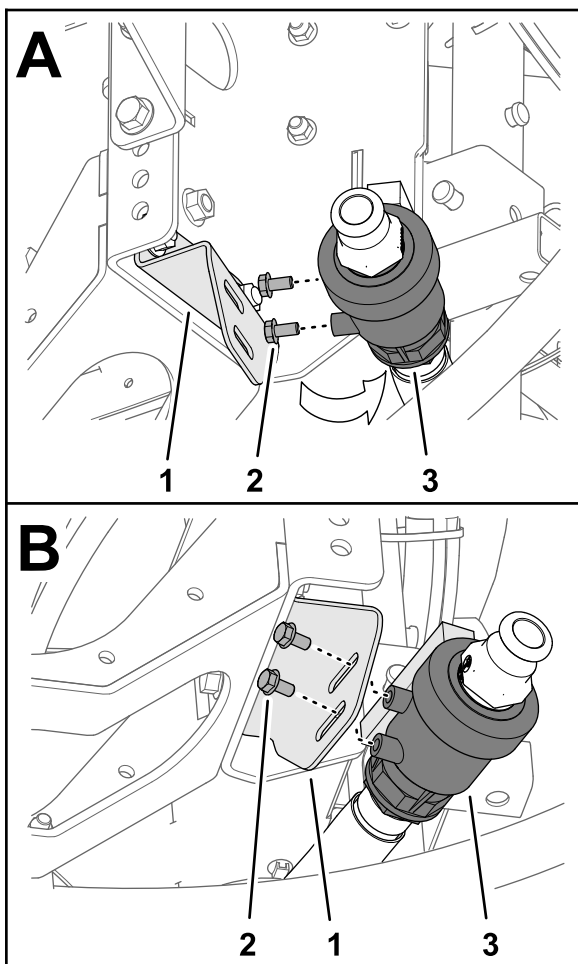

Рисунок 14
2. Переместите сливной клапан со шлангом от швеллера рамы наружу (Рисунок 14А).
3. Выверните два болта с фланцевыми головками (5/16 x 5/8 дюйма) из корпуса сливного клапана (Рисунок 14).
4. Установите сливной клапан на кронштейн сливного клапана (Рисунок 14В) при помощи 2 болтов с фланцевыми головками (5/16 x 5/8 дюйма), снятых при выполнении пункта 3.
5. Затяните 2 болта с фланцевыми головками от руки (Рисунок 14В).